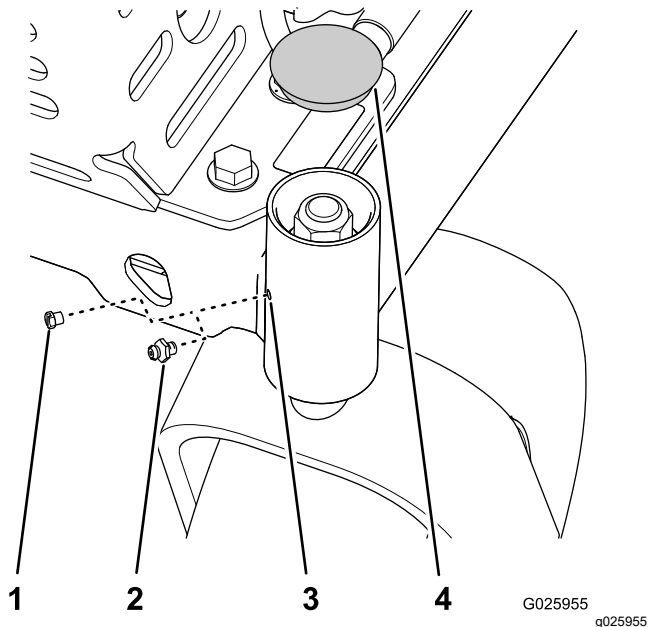

Figura 34
1. Retire la tapa y el tapón hexagonal de la parte superior del pivote de la rueda giratoria (Figura 34).
2. Enrosque un engrasador en el orificio (Figura 34).
3. Bombee grasa en el engrasador hasta que rezume alrededor del cojinete superior (Figura 34).
4. Retire el engrasador y vuelva a colocar el tapón que retiró en 1 (Figura 34).
5. Instale la tapa que retiró en el paso 1 (Figura 34).